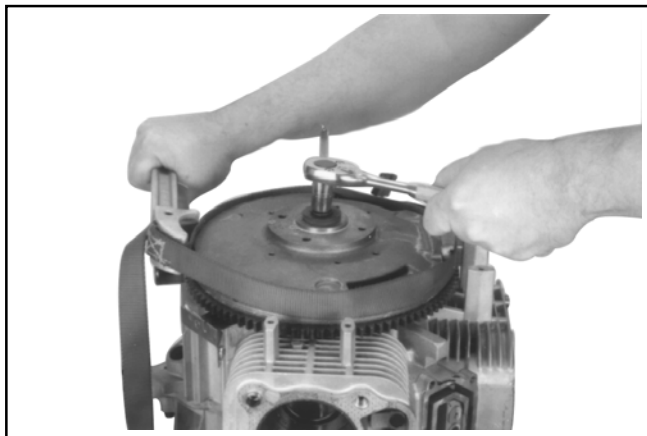

Figura 9-45. Rimozione del dispositivo di fissaggio del volano con una chiave a nastro.
1. Utilizzando una chiave a nastro per volano oppure un attrezzo di bloccaggio (vedere Sezione 2), tenere fermo il volano ed allentare la vite esagonale che fissa il volano al carter. Vedere Figura 9-45.